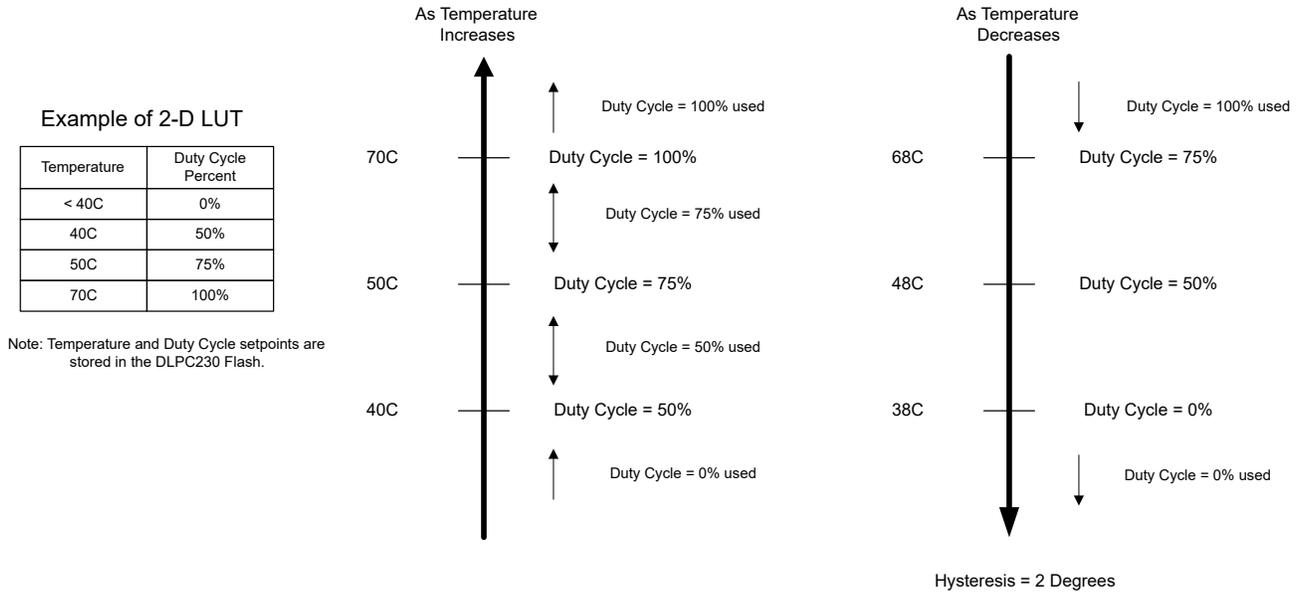

图 5-27. PWM 占空比温度管理示例
有些应用在较高温度下会产生副作用，并需要风扇等主动冷却解决方案。对于使用由 PWM 信号控制的变速风扇的系统，DLPC230-Q1 提供了 PWM 温度管理功能。它旨在对系统温度等级进行自监控，并通过 PWM 占空比自动更新风扇速度。此实现避免了过度设计并减少了一个固定速度风扇的噪声电平。此功能还支持迟滞，以避免在温度区域和占空比电平之间来回切换。仅在温度降低时应用该迟滞。存储在 DLPC230 闪存内的二维 LUT 决定了转换温度和 PWM 占空比，以实现此自动功能。必须在 Automotive DLP Composer (TM) 工具中指定这些参数，其中包括启用/禁用、温度阈值、PWM 占空比百分比、PWM GPIO 引脚和迟滞。图 5-27 展示了一个示例用例。请参阅从节 8.2.31 开始讨论的 PWM 温度管理命令 35h-39h。